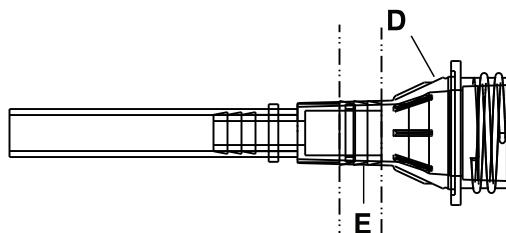

Rysunek 11-5: Połączenie za pomocą złączki redukcji
5. Używając szczypiec ukośnych, ostrożnie przeciąć opaskę zaciskową (C) jak najbliżej osłony strony podnóżka materaca, która mocuje wąż LAL i połączenie złączki redukcji (A) do korpusu zaworu (B) (Rysunek 11-5 na stronie 11-20).
5. Używając szczypiec ukośnych, ostrożnie przeciąć opaskę zaciskową (C) jak najbliżej osłony strony podnóżka materaca, który mocuje wąż LAL i połączenie za pomocą złączki redukcji (A) do korpusu zaworu (B) (Rysunek 11-5 na stronie 11-20).